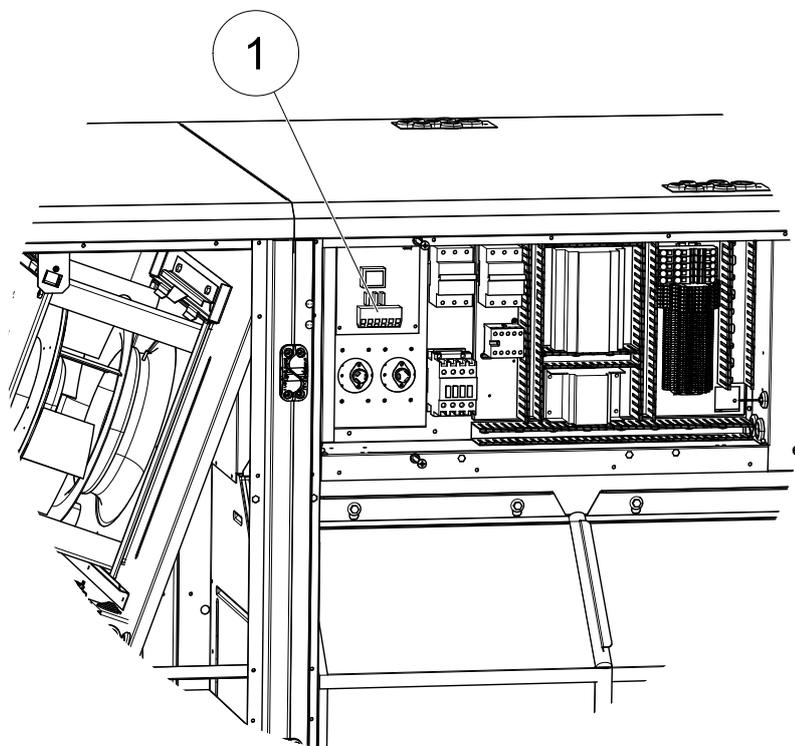
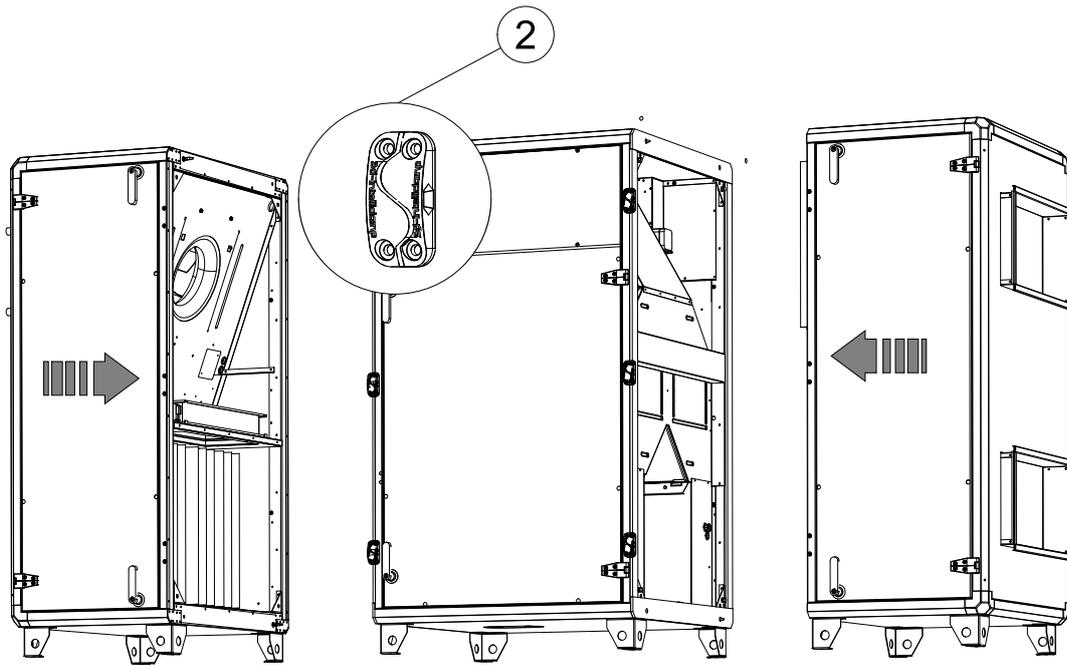

Fig. 4
Fig. 5
Les centrales de taille SC06-SC11 sont livrées en plusieurs éléments sur palette. Pour les procédures de montage, voir figure 4 et figure 5. Raccorder l'alimentation de la batterie électrique au TCC (pos. 1). Les câbles sont marqués comme suit : TTC L1 OUT, TTC L2 OUT et TTC L3 OUT. Connecter les raccords rapides aux fils électriques. Raccorder les tubes du pressostat de filtre. Assembler les deux pièces et les sécuriser à l'aide des accessoires de montage (pos.2) avec une clé hexagonale. Laisser suffisamment d'espace à l'arrière de la centrale afin de pouvoir serrer les boulons.